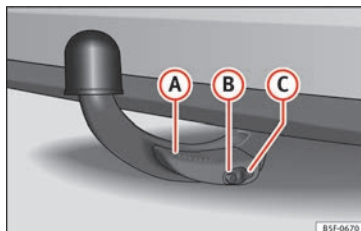

Fig. 239 Boule amovible fixée correctement
- Le levier (A) » fig. 239 est totalement relevé.
- La broche de déverrouillage (B) » fig. 239 ressort complètement (sa partie rouge et verte est visible).
- Le cache (C) » fig. 239 est mis en place sur la serrure.